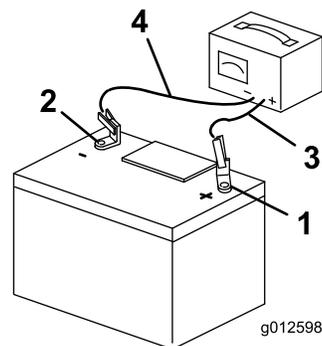

図 54
3. 充電が終わったら、チャージャのプラグをコンセントから抜いてから、チャージャのリード線をバッテリー端子から外す (図 54)。